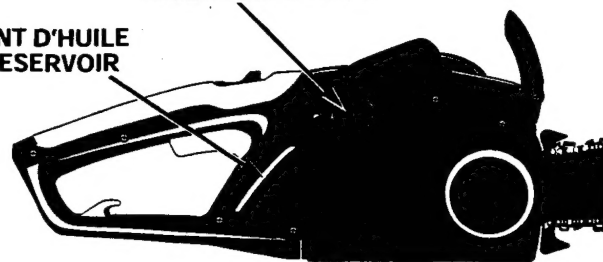

Fig. 3
1. Remplir le réservoir à huile avec une huile à chaîne et guide-chaîne appropriée (Fig. 3). Utilisez un entonnoir, essuyez tout débordement et assurez-vous qu'aucune saleté n'entre dans le réservoir.